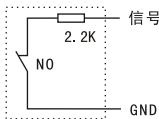
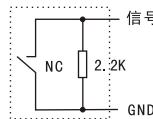
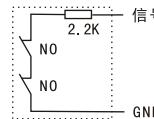
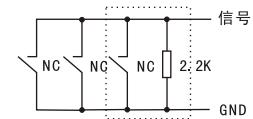

图 1
图 2
图 3
图 4
1. 分机报警探头连接：在报警探头中有些是开路报警NO式（无报警时控制触点常闭，报警时控制触点断开），有些是短路报警NC式（无报警时控制触点常开，报警时控制触点接通），当探头报警方式为NO式时，应在探头触点间串接一2.2K电阻（如图1）；当探头报警方式为NC时，应在探头触点间并接一2.2K电阻（如图2）。连接电阻时应将电阻连在靠近探头触点端，这样可使分机探头在遭到强行拆卸时能正常发出警报声。每组探头端口可接多个相同的探头监测多个地点，方法是：NO式探头报警触点串联连接（如图3）；NC式探头报警触点并联连接（如图4）。在连接中相同的一组探头无论连接多少，只需其中一个增加有电阻即可。